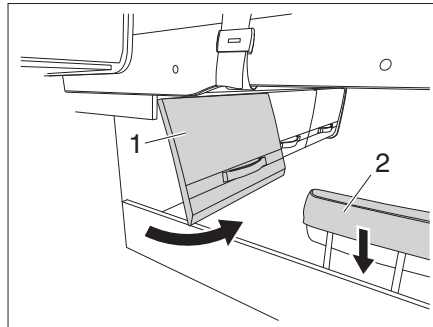

Bild 147 Staufach-Klappe und Kopfstütze
- Staufach-Klappe (Bild 147,1) öffnen.
- Kopfstütze (Bild 147,2) absenken.